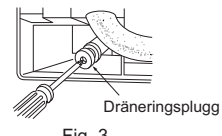

Fig. 3
- 4) Sätt in dräneringspluggen i den sektion där dräneringsslangen skall anslutas på inomhusehetens baksida. (Fig. 3)